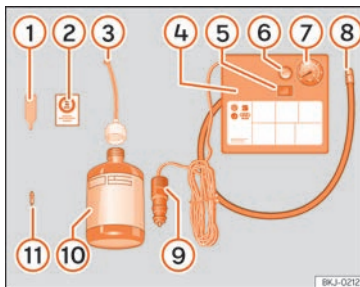

Abb. 32 Prinzipdarstellung: Bestandteile des Pannensets.
Das Pannenset befindet sich im Gepäckraum unter dem Bodenbelag. Es besteht aus folgenden Bestandteilen »» Abb. 32:
- Ventilkappe und Ventileinsatz vom Reifenventil abschrauben. Verwenden Sie den Ventileinsatzdreher »» Abb. 32 1 zum Heraus-schrauben des Ventileinsatzes. Legen Sie den Ventileinsatz auf einem sauberen Untergrund ab.
- Reifendichtungsmittelflasche kräftig schütteln »» Abb. 32 10.
- Schrauben Sie den Einfüllschlauch »» **Abb. 32 ③** auf die Dichtmittelflasche. Die Folie am Verschluss wird automatisch durchstoßen.
- Verschlussstopfen vom Einfüllschlauch »» **Abb. 32 ③** entfernen und das offene Ende ganz auf das Reifenventil stecken.
- Ventileinsatz mit dem Ventileinsatzdreher »» **Abb. 32 ①** wieder in das Reifenventil schrauben.
- Reifenfüllschlauch »» **Abb. 32 ⑧** des Luftkompressors fest auf das Reifenventil schrauben.
- Prüfen, ob die Luftablassschraube »» **Abb. 32 ⑥** zuge dreht ist.
- Stecker »» **Abb. 32 ⑨** in die 12 Volt-Steckdose des Fahrzeugs stecken »» **Seite 147**.
- Luftkompressor mit dem EIN- und AUS-Schalter »» **Abb. 32 ⑤** einschalten.
- Kleben Sie den Aufkleber »» **Abb. 32 ②** im Sichtfeld des Fahrers auf das Kombi-Instrument.
Den Reifenfüllschlauch »» **Abb. 32 ⑧** wieder anschließen und den Reifenfülldruck an der Reifenfülldruckanzeige **⑥** ablesen.